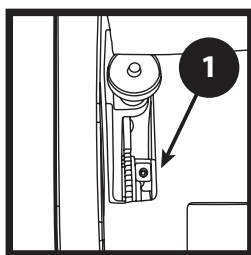

FIGURA 11
2. Instale la intermedia posterior de forma tal que la superficie interior del cojinete sea de aproximadamente 1,524 cm desde el soporte de la rueda. Asegure la rueda con un juego de tornillos de bloqueo. (Figura 11)